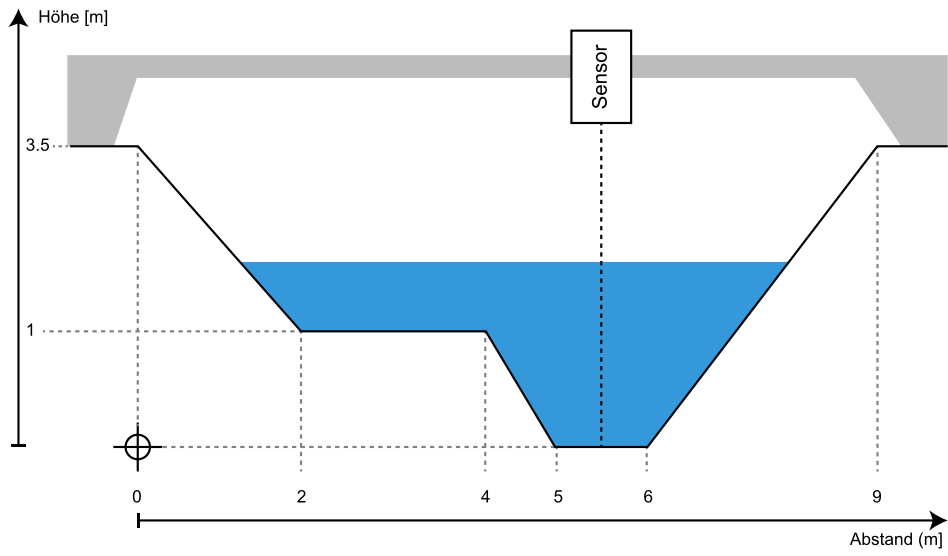

Abbildung 13 Querschnittsprofil mit Höhe relativ zu Grund
- Höhe relativ zum Grund mit positiven Werten nach oben, siehe Abbildung 13